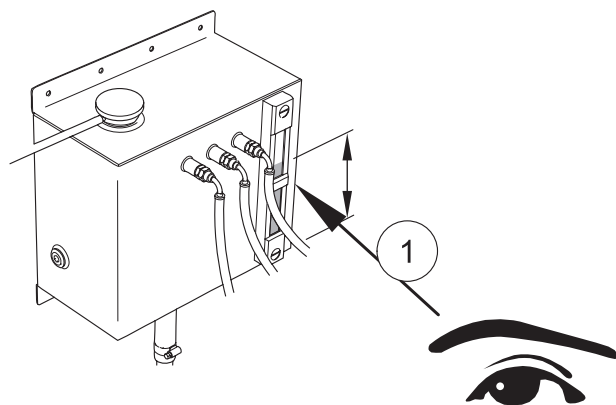

Figura 41
- 8 Compruebe el nivel de refrigerante en el visor, tal y como se muestra en la figura 41 (1).